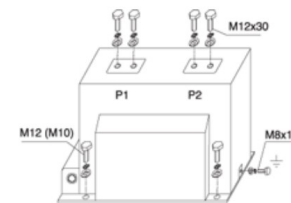

Abb. 1
Die Montagelage der Stromwandler der Baureihe (E)CTS... ist beliebig. Die Wandler werden mittels vier Schrauben M10 ((E)CTS12M11-T + (E)CTS12L11-T) oder M12 ((E)CTS24M32-T + (E)CTS36M43-T) über die Bohrungen in der Grundplatte an den von Ihnen vorgesehenen Installationsort befestigt (siehe Abb. 1).
Der Anschluss des Primärstromkreises erfolgt über die entsprechend gekennzeichneten Anschlussstücke im Kopfbereich des Wandlers mittels Schrauben M12 (siehe Abb. 1). Für den Anschluss der Sekundärleitungen empfehlen wir die Verwendung von Kabelschuhen entsprechend dem verwendeten Leitungsquerschnitt (max. 10 mm²).
Vor Inbetriebnahme ist es notwendig, die Grundplatte des Wandlers (rückseitiger Erdungsanschluss M8x15) und eine Sekundärklemme bei jedem Ausgang / Kern zu erden (siehe Abb. 1 + 2). Bei Nichtverwendung eines Ausgangs / Kernes ist dieser kurz zu schließen und zu erden (siehe Abb. 3 + 4).